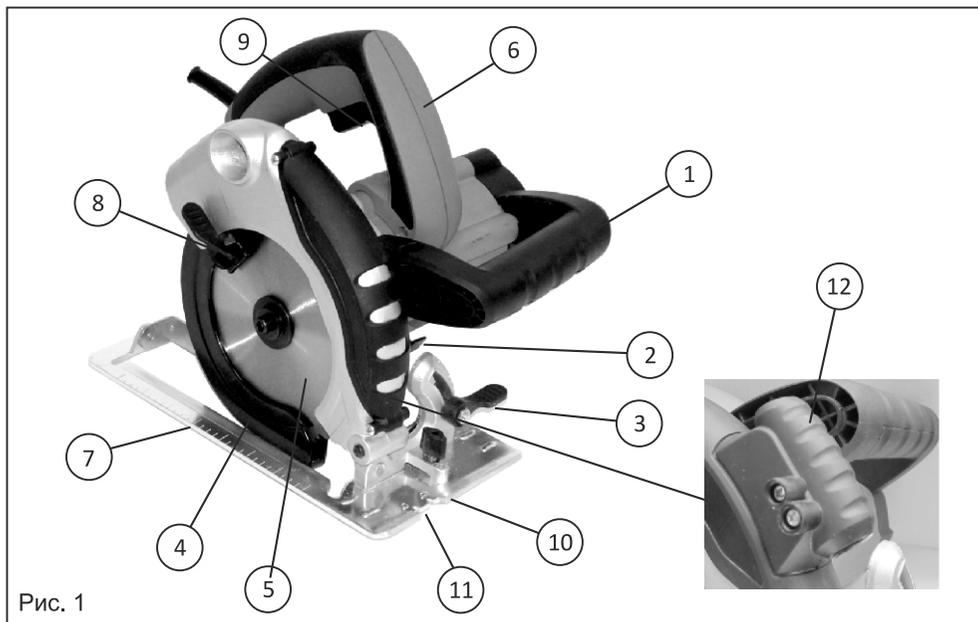

Рис. 1
2. Зафиксировать пыльный диск с помощью ручки фиксации диска (поз. 2, рис. 1)
4. Отвести подвижный защитный кожух диска (поз. 4, рис. 1) назад до упора и зафиксировать его
Ослабьте ручку регулировки угла наклона диска (поз. 3, рис. 1). Передвижением опорной платформы установите необходимый угол наклона диска. После регулировки угла наклона диска зафиксируйте ручку регулировки угла наклона диска.
1. Установите пилу (опорную платформу) на пиломатериал и выровняйте положение пильного диска по отношению к линии пропила, пользуясь для этого прорезью для визирования. Если пильный диск не наклонён, совмещайте линию пропила с правой стороной прорези для визирования (рис. 1, поз. 11), при пилении под наклоном (45°) совмещайте линию пропила с левой стороной прорези для визирования (помечена значком "45" на опорной платформе).
Для точного пропила используйте лазерный указатель (поз. 12, рис. 1). Лазерный указатель строит прямую линию пропила, по которой пройдет диск. Лазерный указатель работает от сети 220В. Для включения лазера подключите пилу к электросети и нажмите на кнопку включения лазера, которая находится на корпусе лазерного указателя сзади.